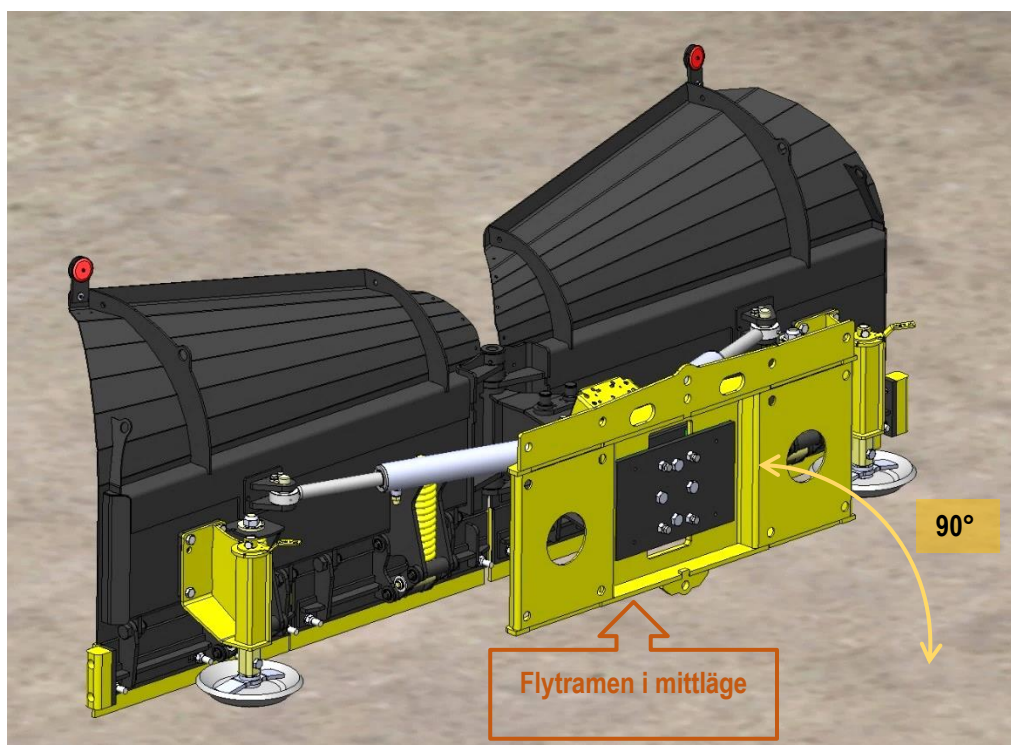

Bild 3. Optimalt läge vid plogning, flytramen i mittläge och plogen vinkelrätt mot marken.
6. Håll flytramen i mittläge under plogning och plogen vinkelrätt mot marken (bild 3).